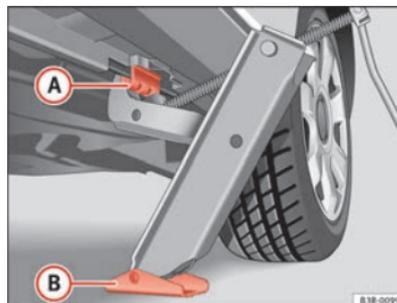

Abb. 195 Radwechsel:
- Richten Sie den Wagenheber so aus, dass seine Klaue in den Steg des Unterholms greift ⇒ Seite 269, Abb. 195 **A** und die bewegliche Grundplatte **B** plan auf dem Boden aufliegt.